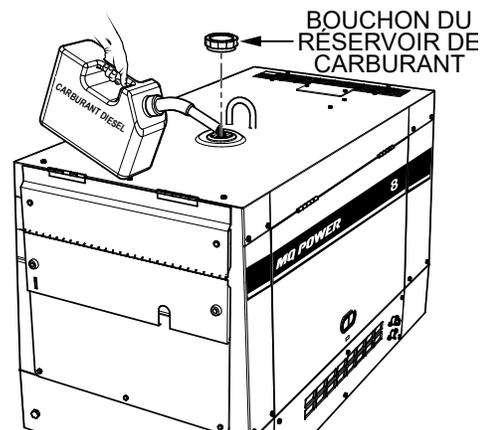

Figure 18. Alimentation du générateur
2. Retirer le **bouchon du réservoir de carburant** (Figure 18) situé sur le dessus du générateur et remplissez le réservoir de carburant comme indiqué dans la Figure 18.